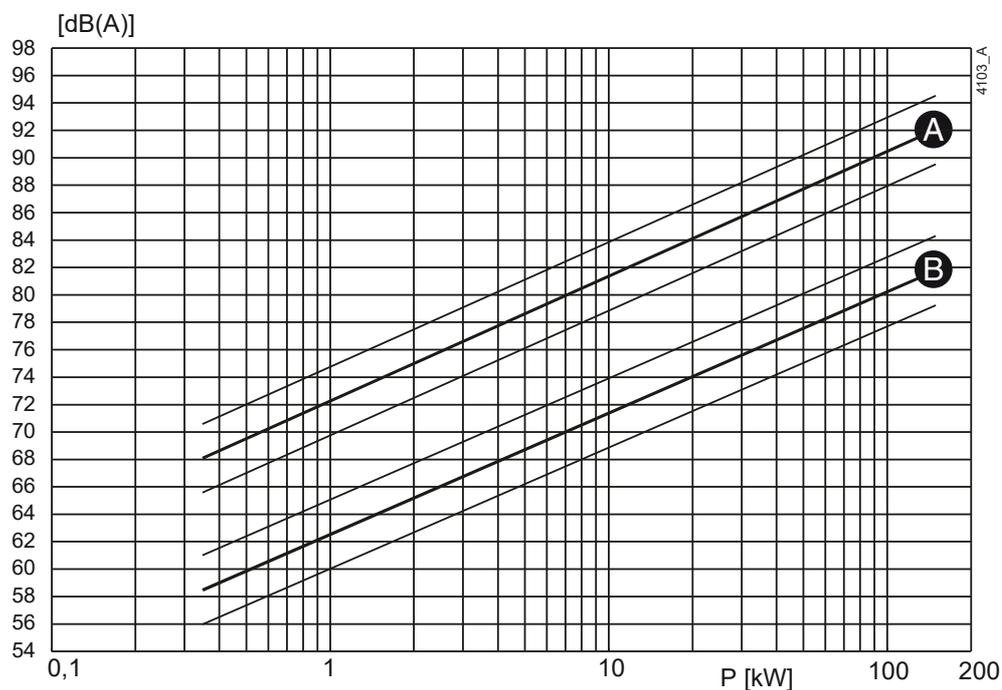
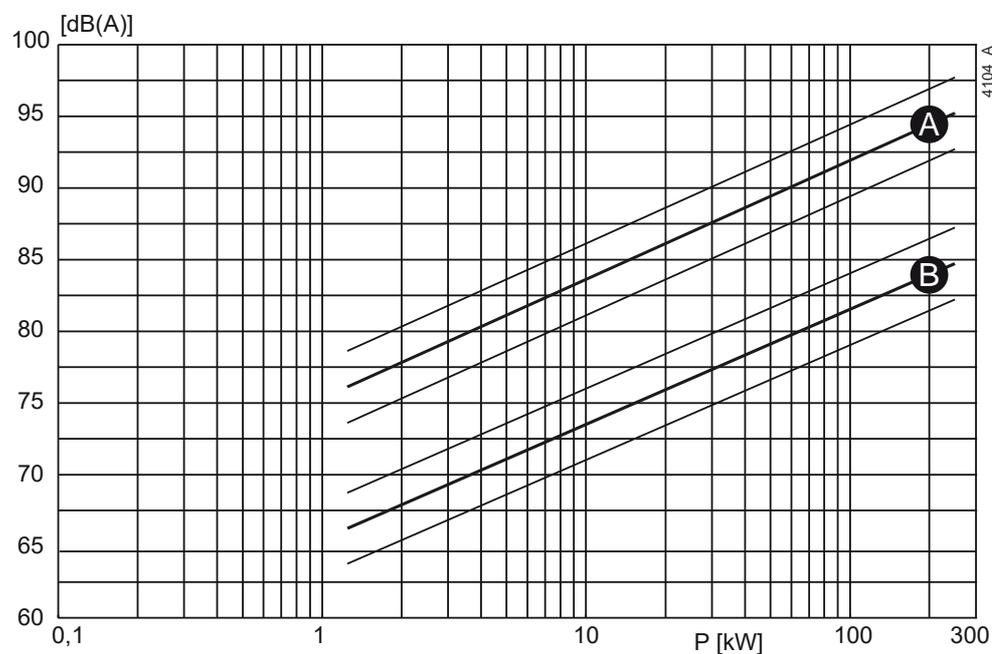

Figura 30: El ruido como función de la capacidad de la bomba [kW] a 1450 min-1
Figura 31: El ruido como función de la capacidad de la bomba [kW] a 2900 min-1
- 1 Para determinar el nivel de ruido ( $L_1$ ) de la bomba, consulte figura 30 o figura 31.